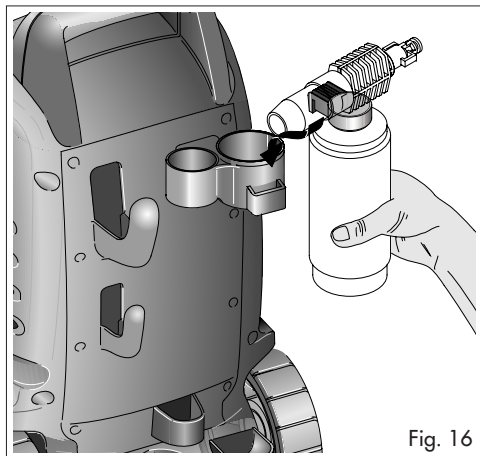

Fig. 16
- After using the detergent spray bottle assembly, hang it on the hook on the rear of the machine (Fig. 16).
- Después de utilizar la botella de pulverización de detergente, cuélguela en el gancho de la parte trasera de la máquina (Fig. 16).